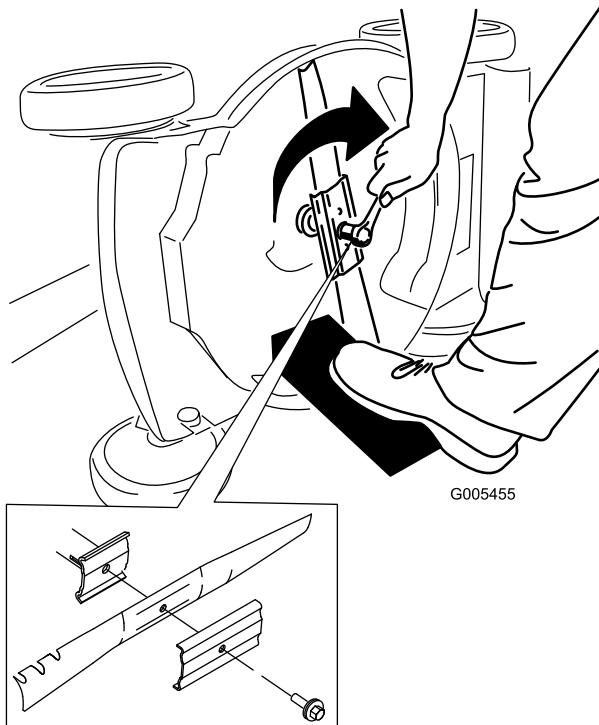

Figura 27
- Instale la cuchilla nueva y todos los herrajes de montaje (Figura 27).